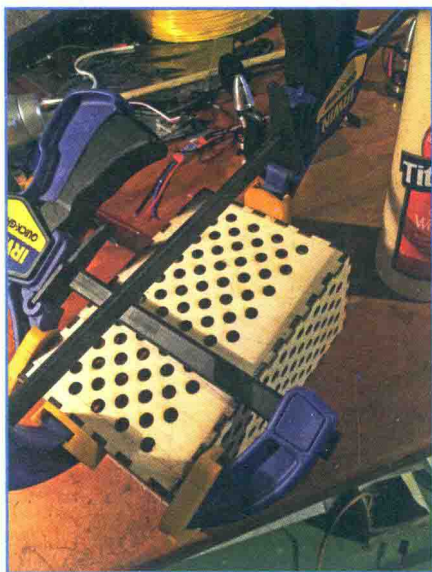

图 7.6 组装、粘合和夹紧机身
1. 组装内舱，如图 7.6 所示。我用激光切割机在 1/8 英寸桦木上切割零件，然后用胶水和夹具固定两件。但是，你不需要非用这些东西，任何轻质的内舱材料都可以。